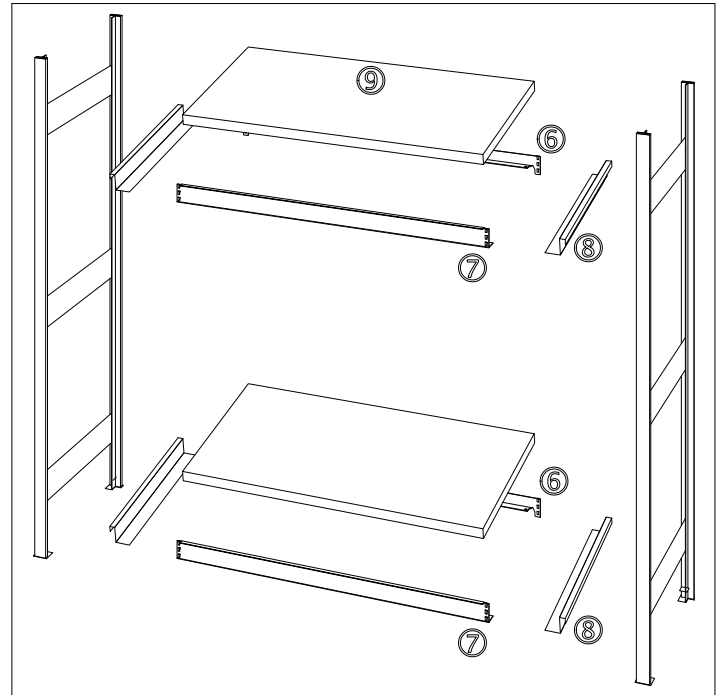
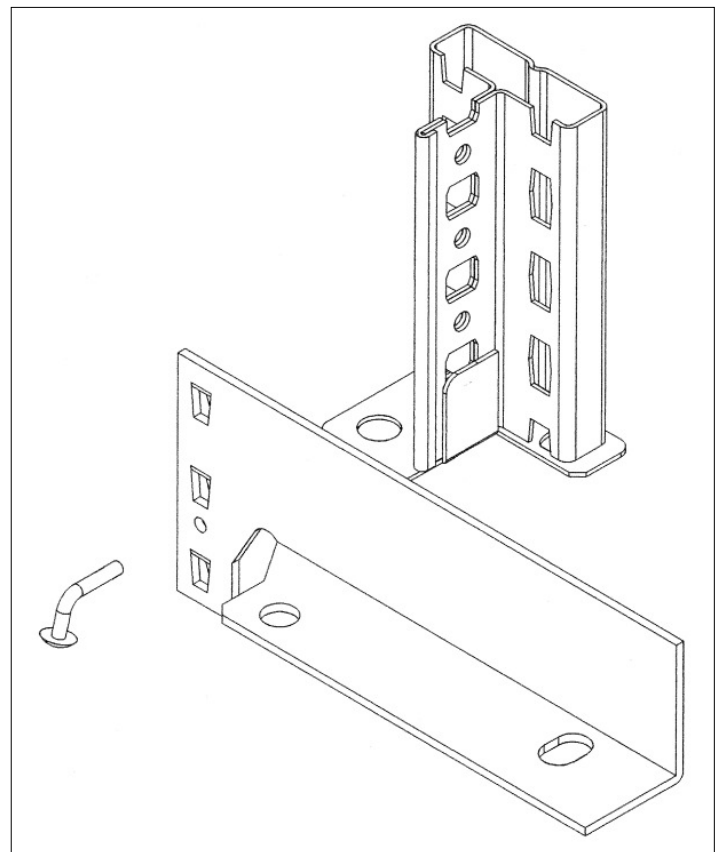

Abb.4
Abb. 5
Zwei Rahmen im Abstand der Fachbodenbreite aufstellen, eine Traverse ⑦ vom Typ „vordere Traverse“ in die untere Einhängesposition (Abb. 4 und 6) vorn einhängen (Auflagekante = 115 mm über dem Fußboden) und mit Sicherungsstiften sichern, wie in Abb. 5 dargestellt.
1.7 Dann die hintere Traverse ⑥ in der Höhe versetzt einhängen (Auflagekante = 215 mm über dem Fußboden) und mit Sicherungsstiften sichern, wie in Abb. 5 dargestellt. Dann wie in Abb. 4 die Seitenbleche ⑧ und anschließend den Fachboden ⑨ in die Traversen schräg einlegen.